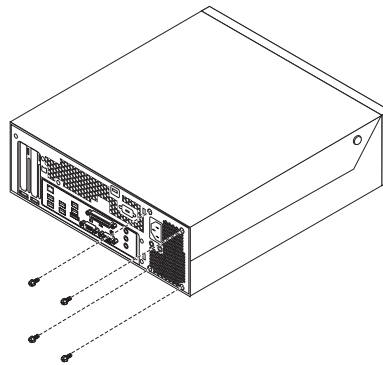

Рисунок 17. Винты, крепящие блок питания
1. Отверните четыре винта, которыми блок питания привинчен к задней части рамы. Смотрите рис. 17.